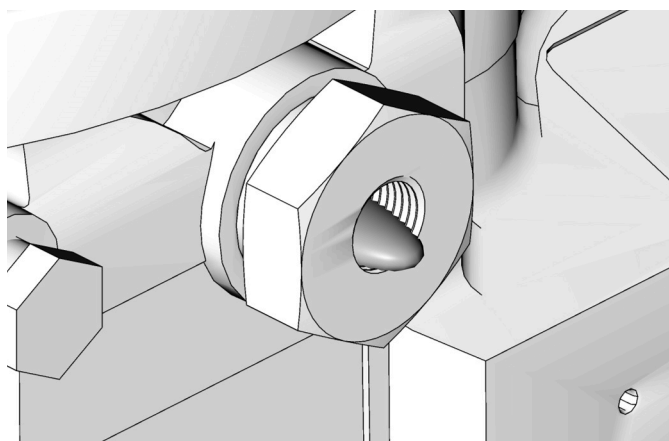

图 12
2. 只运行泵，直至空气不再与来自元件管件的润滑剂一起分配（图 12）。